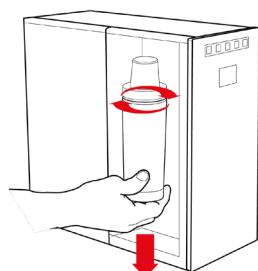

Fig. 4-29
41.2 – Rimuovere il filtro dalla testata, ruotandolo da destra verso sinistra, fino a raggiungere il punto di sblocco. Tirare il filtro verso il basso per estrarlo, nel caso non si dovesse sfilare ripetere l'operazione descritta precedentemente, vedi Fig. 4-29.